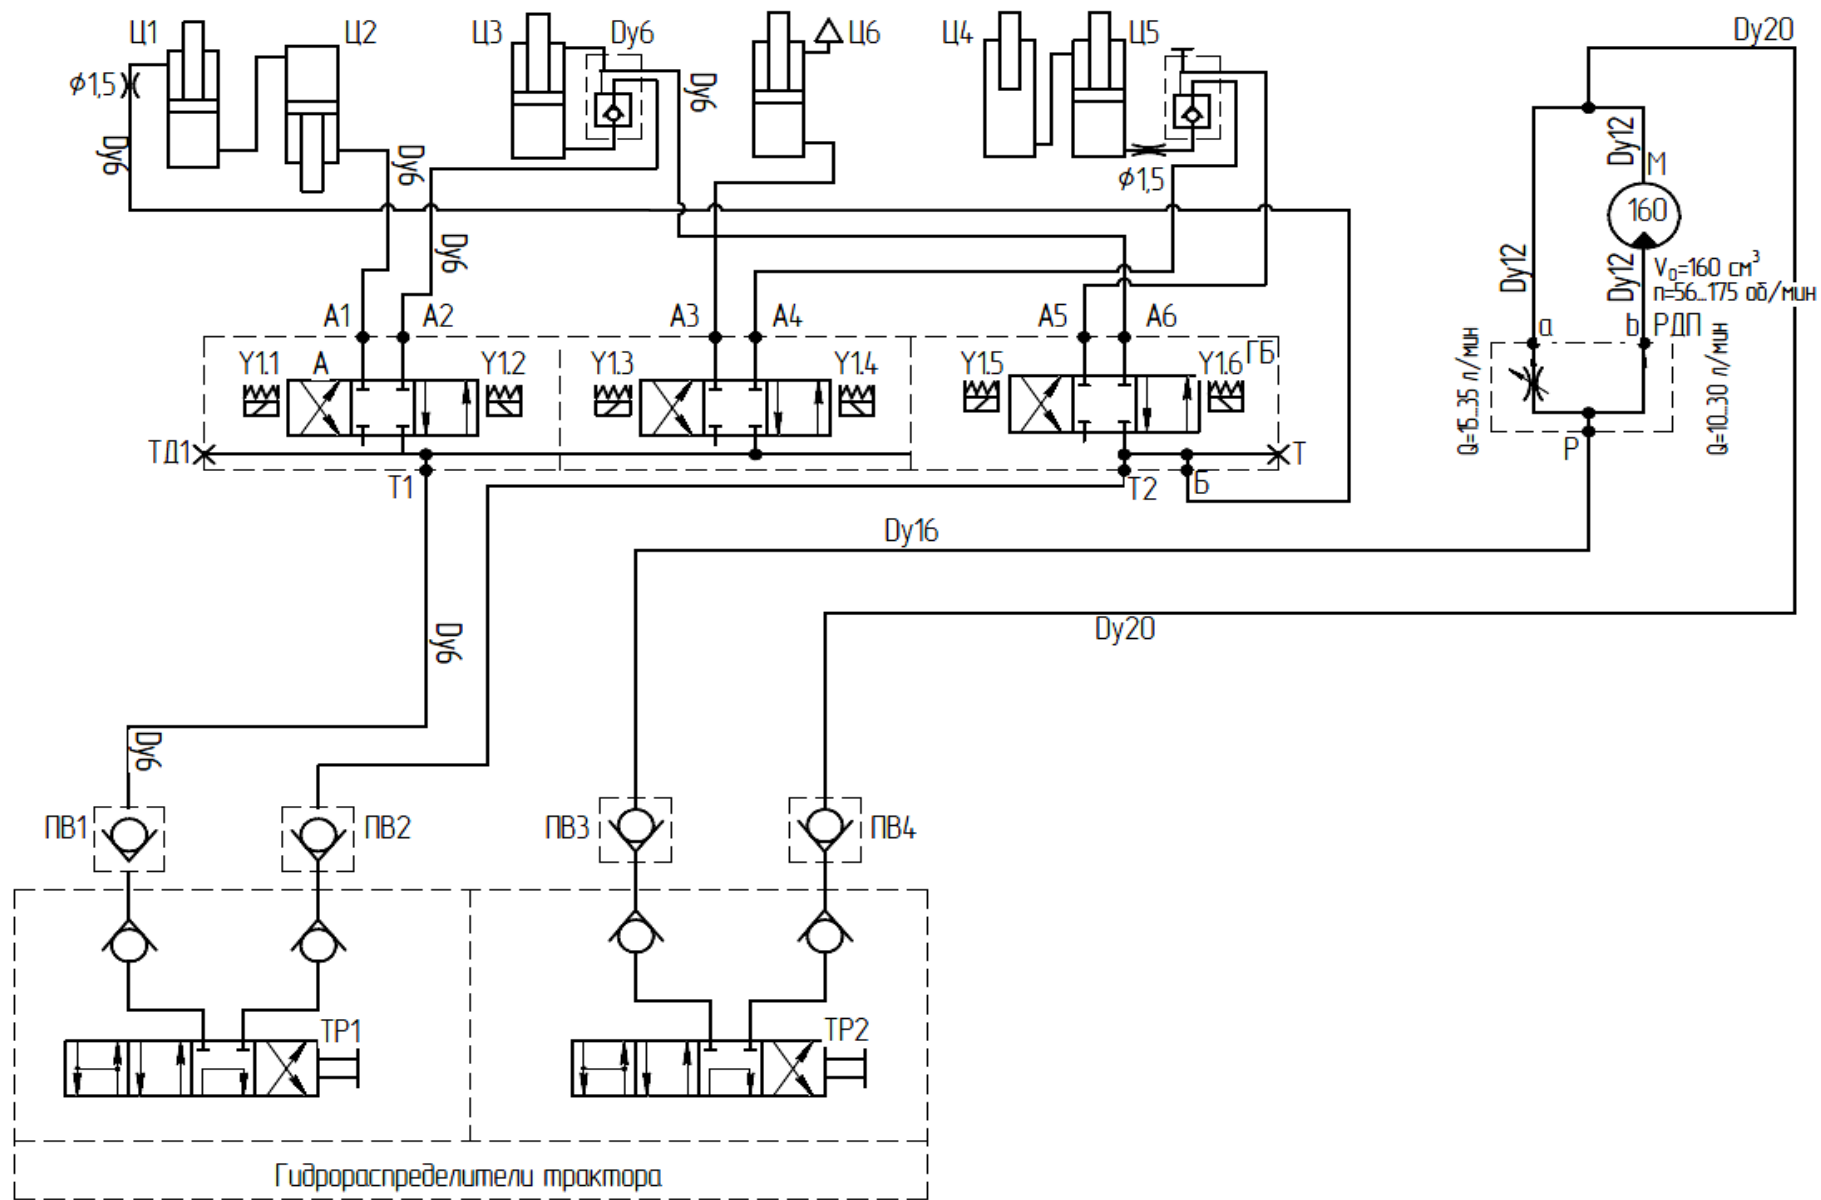

Рисунок 1.5 – Гидравлическая схема ЖВЗ-6,0П
2.3.2 Соедините сницу с жаткой (рисунок 1.1). При этом просуньте рукава высокого давления, затем жгут через трубу сницы и соедините рукава согласно гидравлической схемы (рисунок 1.5). Рукава большого диаметра для питания гидромотора вращения мотовила и жгут гидроблока закрепить снаружи сницы и проставки. Переднюю, часть сницы установите на домкрат. Сница должна находиться в рабочем положении: телескопическая тяга находится в задвинутом состоянии и зафиксирована. На шкив сницы наденьте ремень и натяните его.